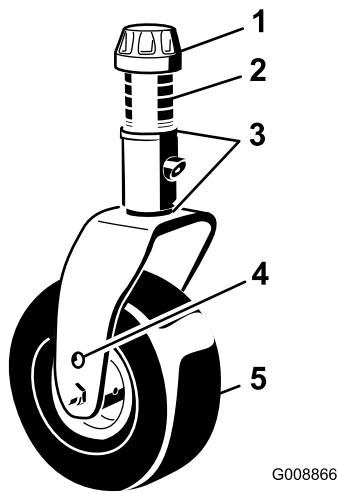

Bild 138
1. Entfernen Sie die Spannkappe von der Laufradspindelwelle und ziehen die Laufradspindelwelle aus dem Laufradarm heraus (Bild 138).
Entfernen Sie die Spannkappe und die Laufradgabel (Bild 138).